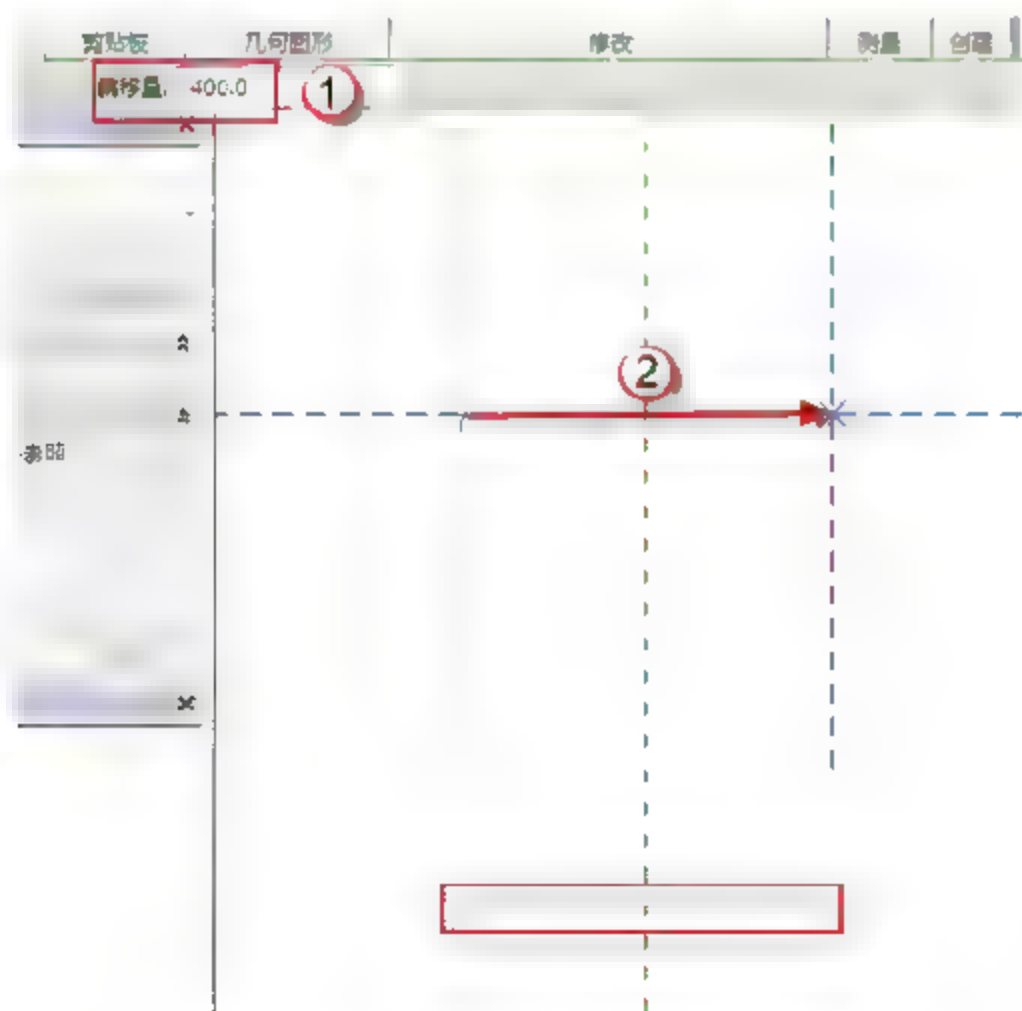

图 12.2.4 绘制辅助线
(4) 绘制辅助线。按快捷键 **R+P**，在“偏移量”后输入“-400”字样，然后绘制辅助线，如图 12.2.4 所示。